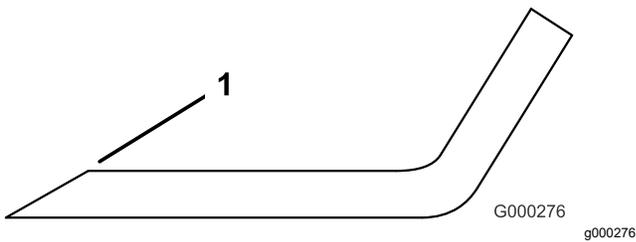

Bild 99
3. Prüfen Sie die Schnittkanten aller Messer und schärfen die Kanten, wenn sie stumpf sind oder Kerben haben (**Bild 99**).
Hinweis: Schärfen Sie nur die Oberseite der Schnittkante und behalten Sie den ursprünglichen Schnittwinkel bei, um die Schärfe des Messers zu gewährleisten (**Bild 99**). Das Messer bleibt ausgewuchtet, wenn Sie die gleiche Menge Metall von beiden Schnittkanten entfernen.